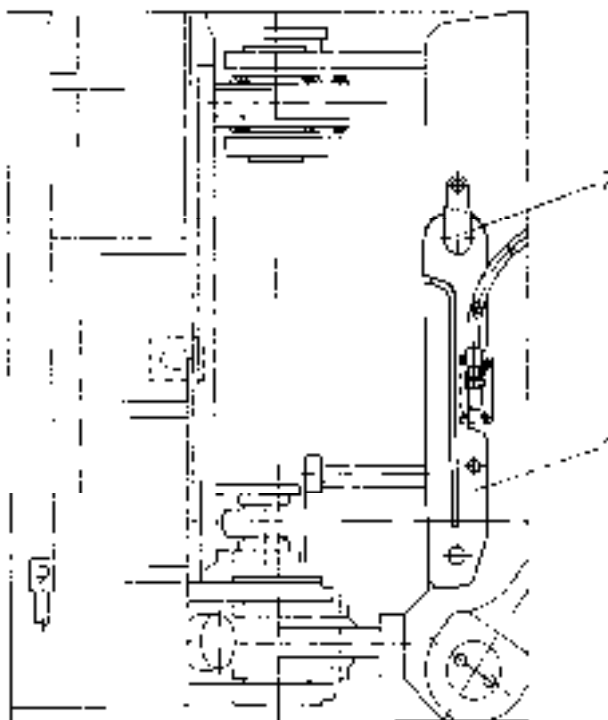
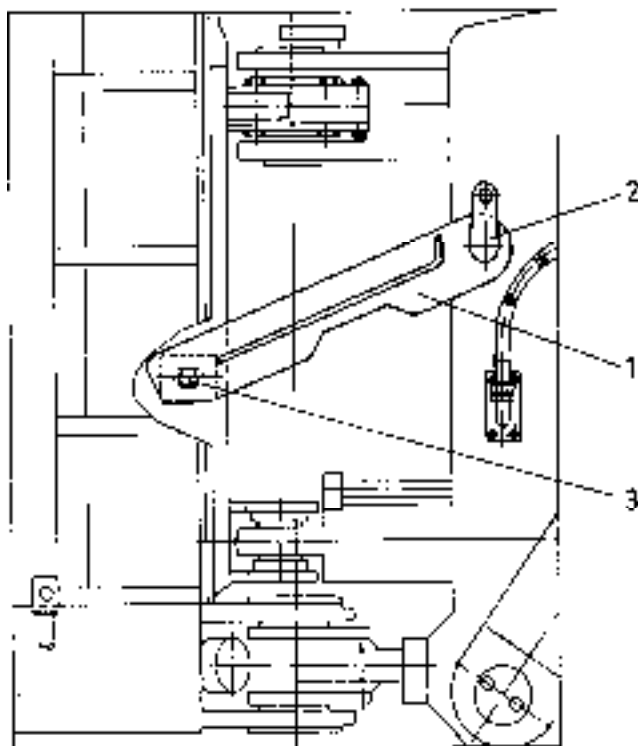

Рис. 3.1. Соединитель и шкворень в нейтральном положении
Рис. 3.2. Соединитель и шкворни в положении блокировки рам
С правой стороны рамы погрузчика закреплены соединитель, шкворень и болт (Рис. 3.1. и 3.2.) блокировочного приспособления передней и задней рам. Используется это приспособление для блокировки передней и задней рам погрузчика, для предотвращения случайного поворота погрузчика при его обслуживании и при подъеме подъемным устройством при помощи строп.
Перед эксплуатацией машины, соединитель необходимо закрепить в нейтральном положении так, как это показано на Рис. 3.1. Соединитель или шкворень, имеющие трещины или изгибы должны быть немедленно отремонтированы, а утерянные – восполнены для того, чтобы обеспечить возможность блокировки рам (Рис. 3.2.).
3. Перед перегонкой необходимо установить рычаги управления рабочим оборудованием в нейтральное положение и разблокировать шарнир передней и задней рам путем установки соединителя рам в нейтральное положение так, как это показано на Рис. 3.1.